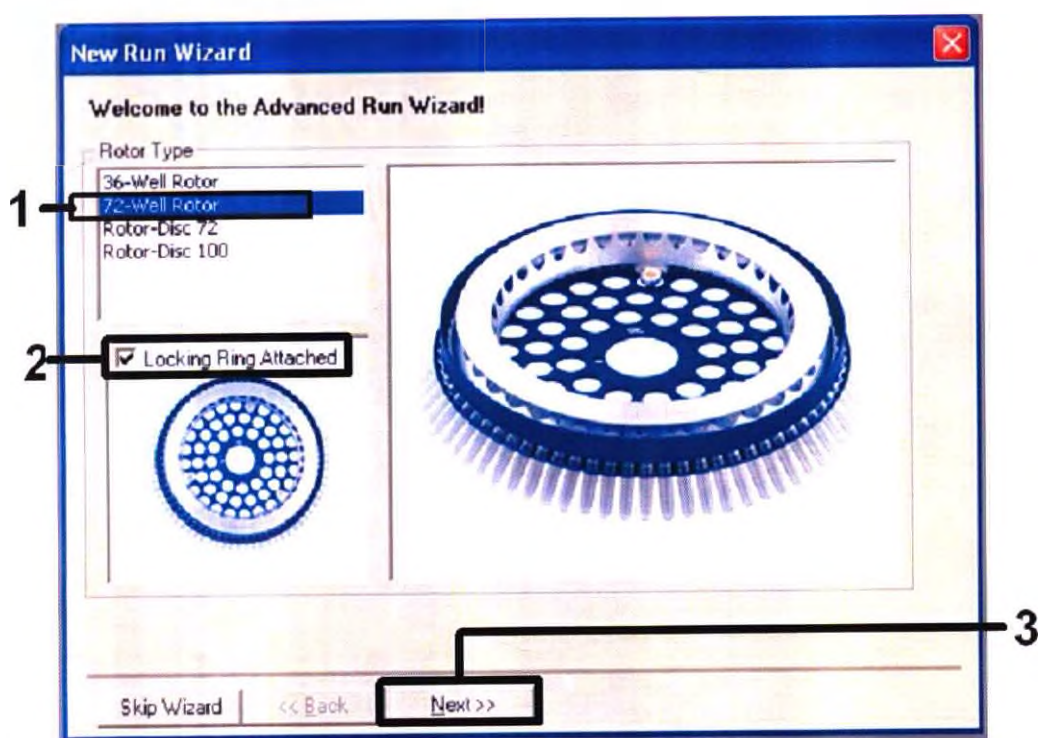

Рисунок 1. Диалоговое окно "мастер нового запуска".
3. В качестве типа ротора выберите 72-луночный ротор. Подтвердите, что прижимное кольцо ротора установлено и нажмите "прижимное кольцо установлено" (Lockink Ring Attached). Нажмите "Далее" (Next) (см. Рис.1).